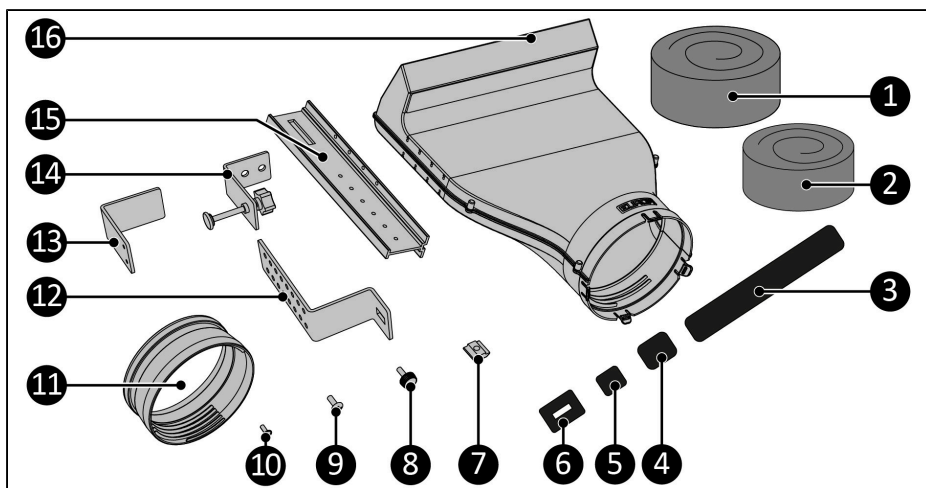

Figura 53.
1. Verificați dacă toate materialele sunt prezente conform Figura 53.